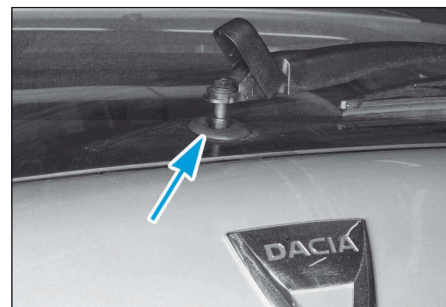

FIG.52
- Remplacer si nécessaire, le joint d'étanchéité (flèche) de l'axe de sortie du mécanisme (Fig.52).